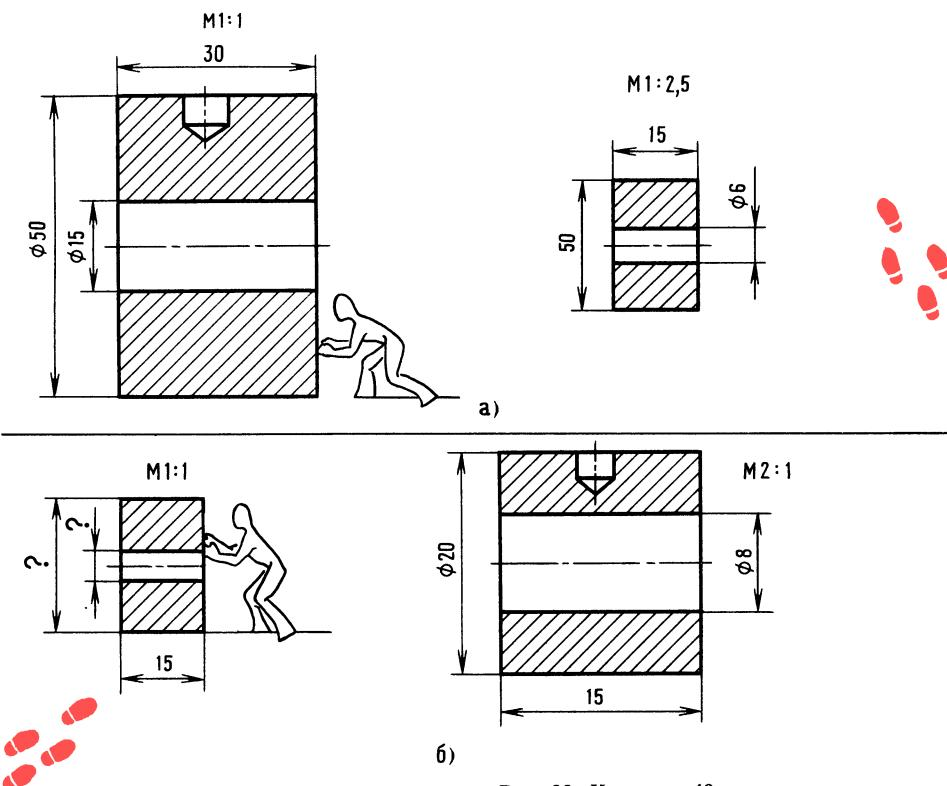

Рис. 33. К задаче 40
40. Одну минутку! Мешалкин предлагает вам какой-то чертеж... На рис. 33, а и б даны изображения двух втулок в разных масштабах. Определите, что напутал Мешалкин. Как объяснить проще, что такое масштаб? Вообразите, что высмотрите на предмет с разного расстоя-